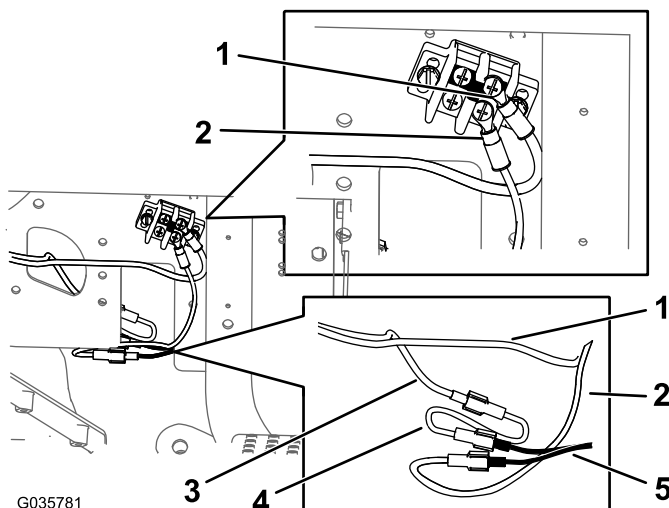

图14
- C. 将线束环形端子和接地适配器线束连接到地线盒（图14）。
- D. 将电源适配器线束连接至套件线束（图14）。